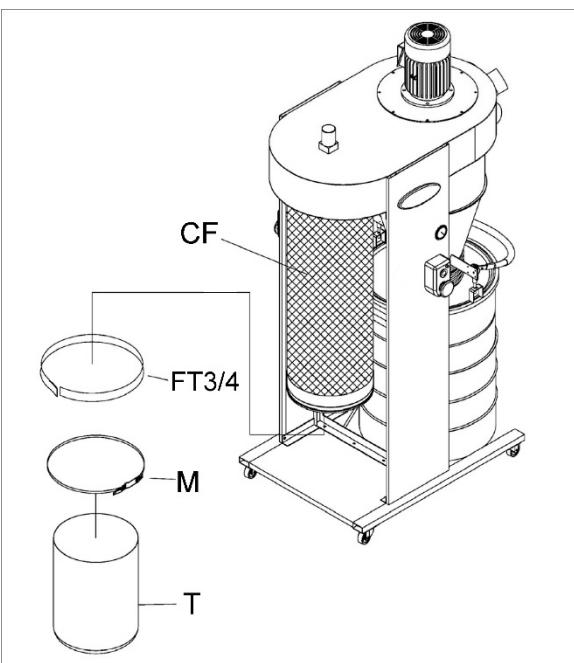

Рисунок 12
21. Приклейте полоску поролоновой ленты шириной 20 мм (FT3/4, Рис. 12) на нижний край фильтрующего картриджа, чуть выше кромки.
22. Установите пылесборный мешок картриджа (T) снизу фильтрующий картриджа и закрепите его хомутом (M).